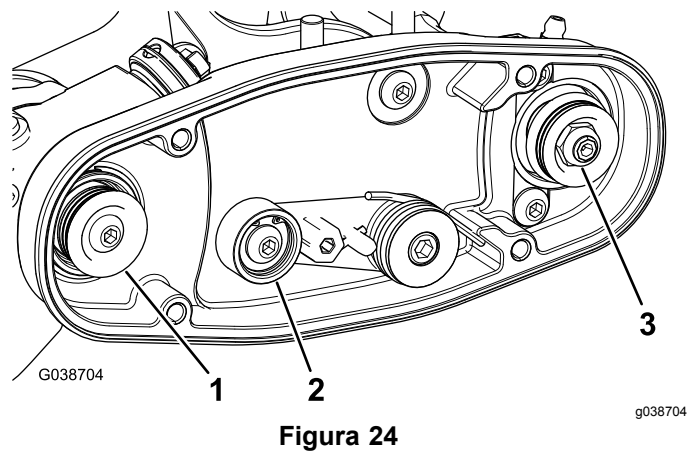
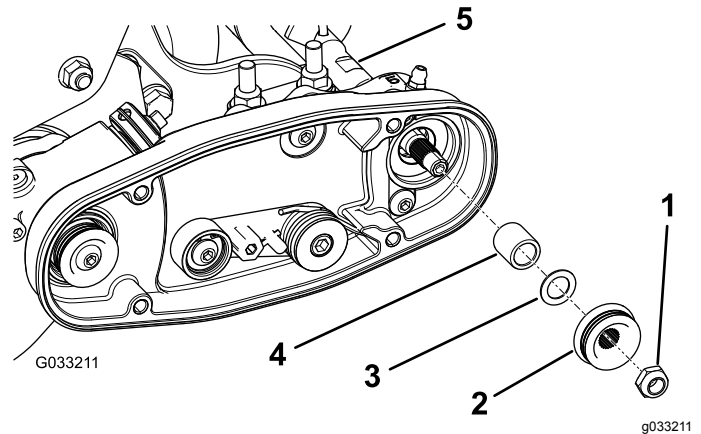

Figura 24
Figura 25
1. A polia acionada (no veio da escova do rolo) pode-se movimentar para dentro ou para fora (Figura 24).
2. Rodando o cilindro, que por sua vez roda a polia da transmissão, levante a correia da polia da transmissão (Figura 24)
3. Retire a porca de retenção que fixa a polia acionada ao veio da escova (Figura 24 ou Figura 25).
4. Retire a polia acionada do veio (Figura 25).
5. Se a polia necessitar de sair mais, adicione uma anilha de 0,8 mm de espessura (Figura 25).
6. Instale a polia como se mostra na Figura 25.